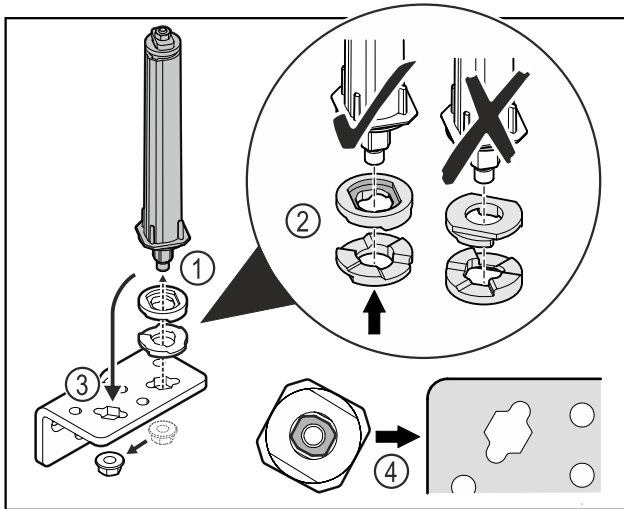

Fig. 40
- ▶ Uvoľnite maticu a odstráňte systém zatvárania dverí Fig. 40 (1).
- ▶ Dbajte na správne vyrovnanie podložiek na výškové prestavenie Fig. 40 (2).
- ▶ Premiestnite systém zatvárania dverí v uholníku závesu a zafixujte ho maticou Fig. 40 (3).
- ▶ Dbajte pri nasadzovaní na správne vyrovnanie systému zatvárania dverí Fig. 40 (4).